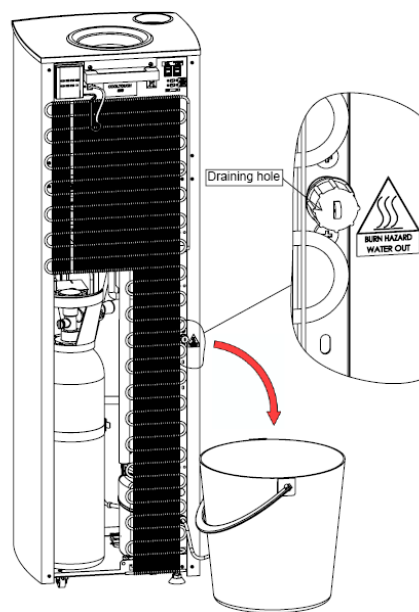

Abbildung Nr. 20. « Wasserabfluss aus dem Warmwassertank»
5.5.1.7. Nehmen Sie das Gerät von der Wand ab, damit der Anschluss an das Stromnetz von der Rückwand des Geräts bequemer ist. Platzieren Sie einen passenden Behälter bei der Rückwand des Geräts und machen Sie die Abflussöffnung auf (Siehe Tabelle Nr. 2., Seite 8, Position Nr. 32.), durch Ausschrauben des Deckels lassen Sie das Wasser unter der visuellen Wasserabflusskontrolle abfließen (Siehe Abbildung Nr. 20.). Nachdem der Prozess des Abflusses beendet ist, schrauben Sie den Deckel wieder fest.